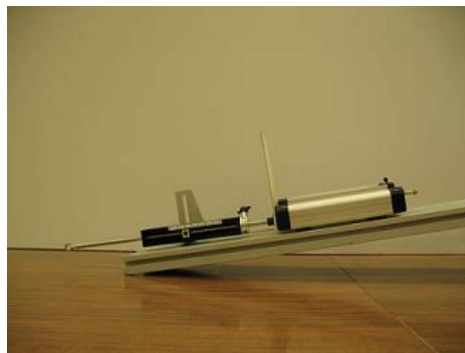

Figura No. 18
2. Apoye el carro dinámico sobre el disparador, como se muestra en la *Figura No. 18*; jale la palanca para que el carro sea impulsado hacia arriba sobre el riel, teniendo cuidado que no choque con el sensor de movimiento. Si es necesario ajuste la compresión del resorte.